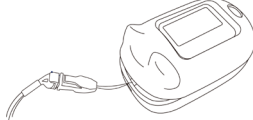

Figure 4 Montage du cordon de suspension
- Étape 1.Se référer à la figure 4 et insérer deux piles AAA en respectant les pôles.